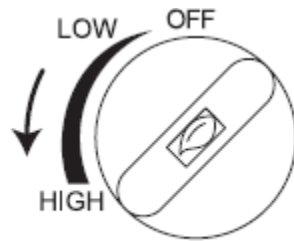

Fig. 4
- Drehen Sie den Zündknopf gegen den Uhrzeigersinn auf die Position „HIGH“, bis das Piezo-Zündgerät „klickt“ und den Brenner zündet. (ABB. 4)